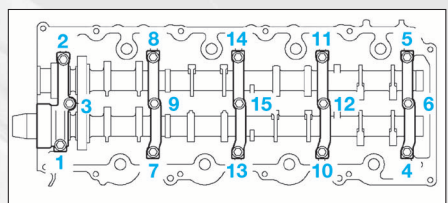

FIG. 72
- Desserrer uniformément les 15 vis des chapeaux de palier d'arbres à cames, en plusieurs passes dans l'ordre inverse illustré (fig. 72).